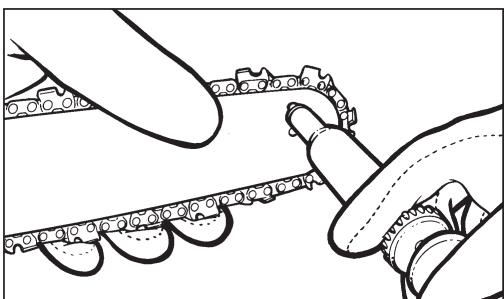

Рис.14
- Используя шприц-масленку, вставьте нос иглы в отверстие для смазки и введите смазку, пока она не появится в наружном ребре конька наконечника цепного колеса (рис. 14).